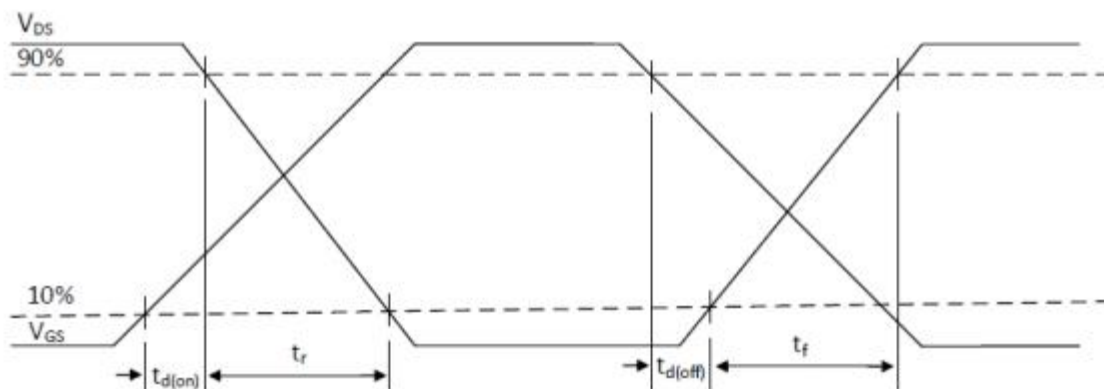

图 17: 开关时间波形
(7) 参见图 17 了解开关时间定义波形
(8) L_P =寄生电感